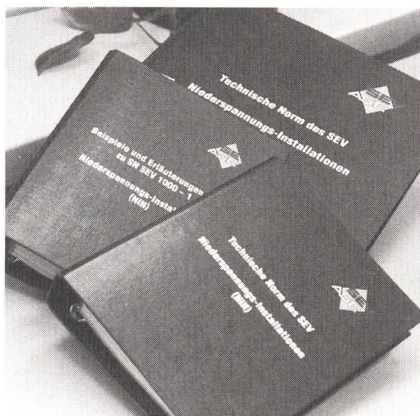

Bild 1 Die dreibändige Ausgabe der Niederspannungs-Installations-Norm
Ein Normenwerk, das die typischen Kennzeichen des Übergangs trägt, ist die Niederspannungs-Installations-Norm (NIN). Aus den ehemals nationalen Hausinstallationsvorschriften (HV) abstammend, entwickelt sie sich – hauptsächlich im Rahmen der europäischen Normvereinigung Cenelec – zunehmend zur international harmonisierten Installationsnorm. Bereits heute enthält die neue NIN neben der SEV-Norm (Teil I) und den zugehörigen Beispielen und Erläuterungen (Teil II) einen Teil III mit jenen Cenelec-Normen inklusive Beispielen und Erläuterungen, die durch die Harmonisierung zum integrierenden Normenbestandteil geworden sind (Bild 1).